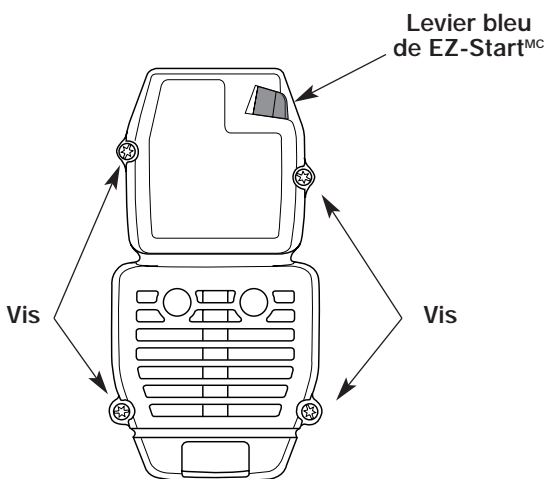

Fig. 26
1. Retirez les quatre vis retenant le couvercle (Fig. 26). Servez-vous d'un tournevis à mèche T20 Torx.
2. Insérez les quatre vis dans les trous du couvercle (Fig. 26) et vissez. Évitez de trop serrer.